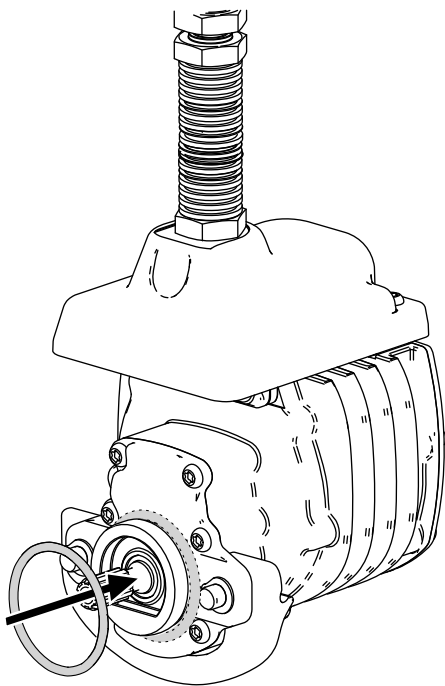

Figura 7
3. Instale um anel de vedação em O em cada motor do cilindro, conforme mostrado na Figura 7.